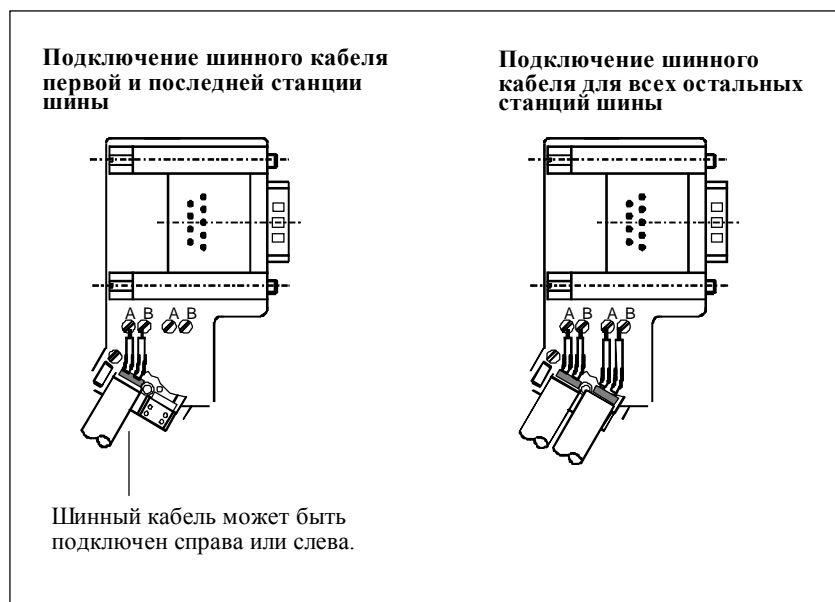

Рис. 7-10. Подключение шинного кабеля к шинному штекеру (6ES7 972-0B.20...)
5. Вставьте зеленую и красную жилы в винтовой клеммный блок, как показано на рис. 7-10.